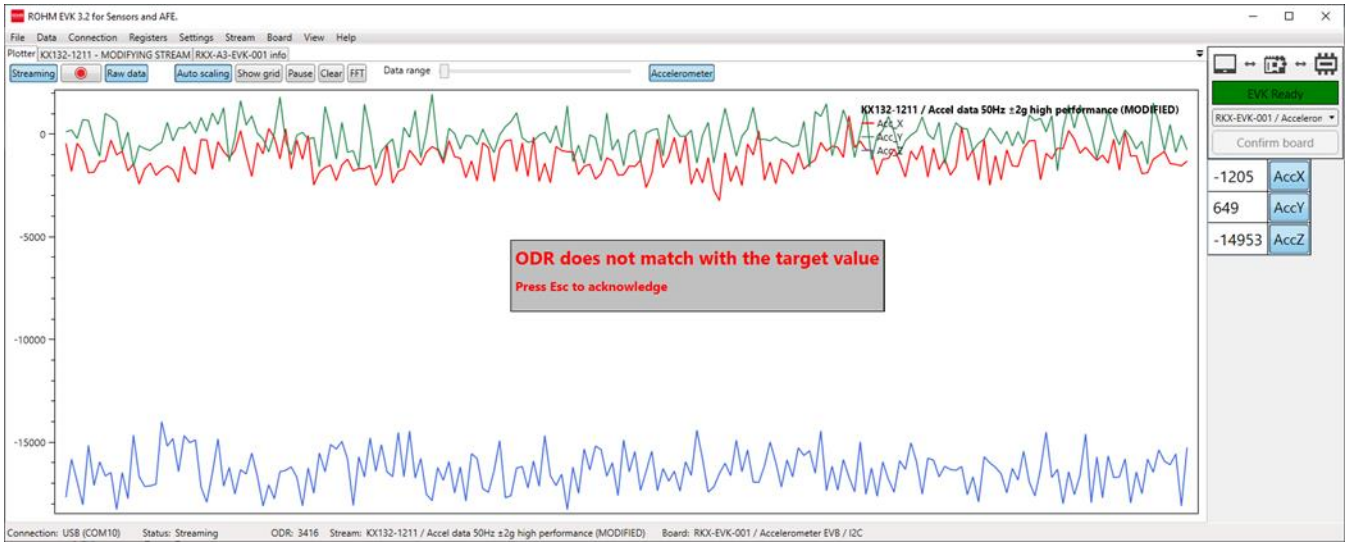

Figure 78. レジスタ値を変更した後のプロットビュー
**注:** レジスタが変更されると、プロットビュー領域のストリーム名の後に「(MODIFIED)」というテキストが表示されます (Figure 78)。
**注:** レジスタエディタで ODR 値を変更すると、新しいリアルタイム ODR がストリームで定義された元の ODR 値と大幅に異なるため、「ODR が目標値に達していません(ODR does not match the target value)」というポップアップメッセージが表示される場合があります (Figure 78)。ODR ポップアップメッセージは、表示(View)メニュー (4.1.8View - メニュー) から無効にできます。